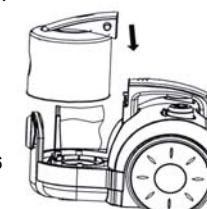

Fig. 6
- Reemplace la bolsa de la tierra. (Fig. 6)